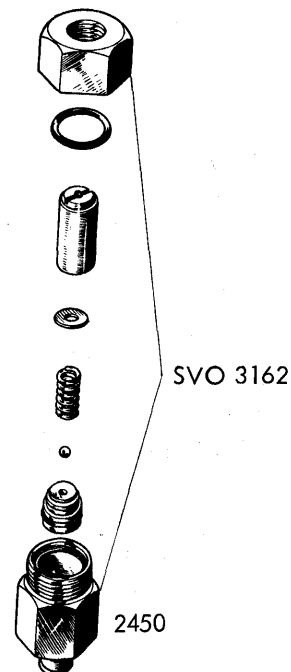

Fig. 45.
1. Monter ventildelene i en forskrunding (specialværktøj SVO 3162) som vist i fig. 45. Glem ikke O-ringene.